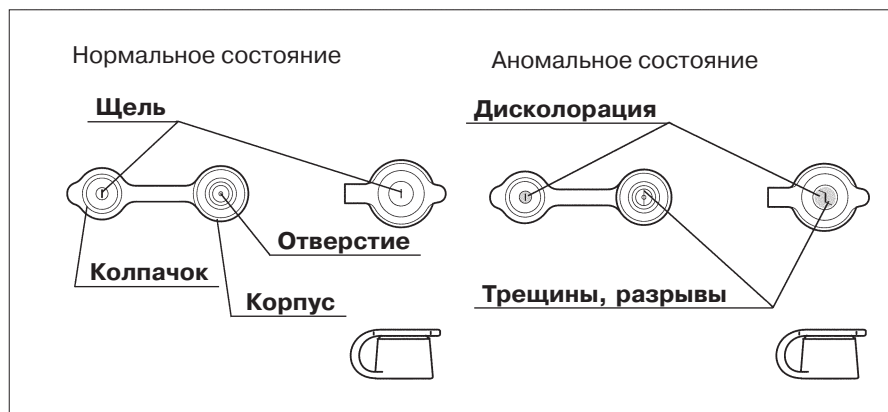

Рис. 3.7
1. Убедитесь в отсутствии трещин, разрывов, износа, дисколораций или деформаций в области прорези и отверстия биопсийного клапана (см. рис. 3.7).